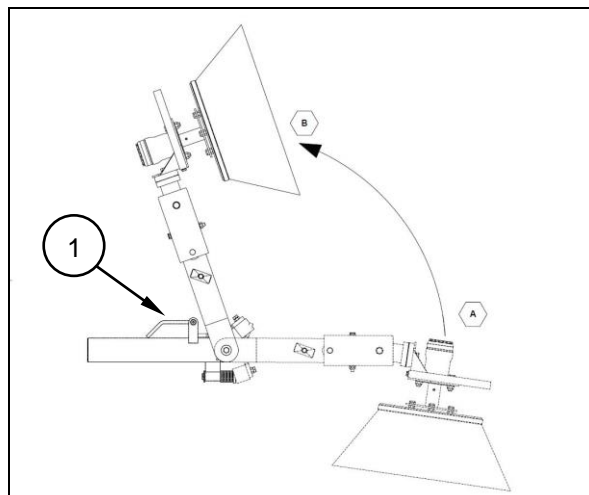

Fig. 4.8
- Seitenkehrbesen (Fig.4.8) nach oben schwenken und sichern (1).